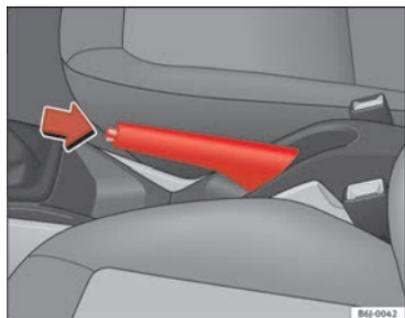

Fig. 106 Travão de mão entre os bancos dianteiros
- Puxe com força para cima a alavanca do travão de mão ⇒ fig. 106.
- Puxar a alavanca um pouco para cima, premir o botão de desbloqueio no sentido da seta ⇒ fig. 106 e fazer descer completamente a alavanca ⇒ ⚠.